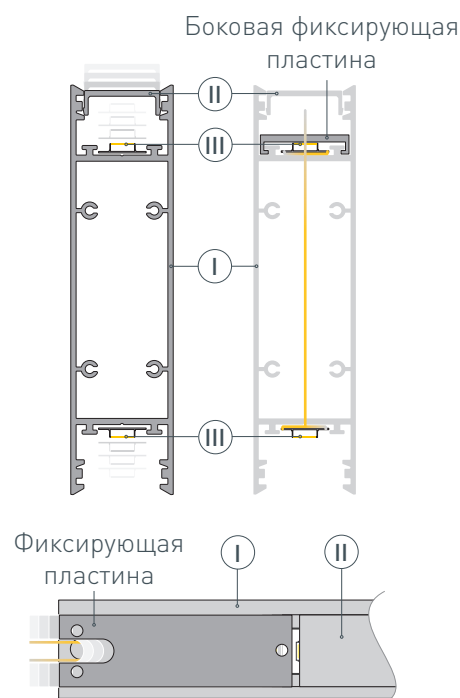

Рис. 1. Установка боковой фиксирующей пластины на профиль Ⓘ. Вид сверху
- 2** / Перед приклеиванием светодиодной ленты Ⓜ рекомендуется обезжирить поверхность профиля Ⓘ. Рекомендуется использовать при монтаже светодиодную ленту 48 V. Установите в профиль Ⓘ светодиодные ленты Ⓜ на нижнюю и верхнюю площадки для лент и пропустите кабели питания светодиодных лент через отверстие в профиле. Максимально допустимая для подключения длина отрезка светодиодной ленты Ⓜ указана в инструкции к светодиодной ленте. Установите боковую фиксирующую пластину из комплекта фиксатора токопроводящего ремня ⒱ на профиль Ⓘ и пропустите через нее кабели питания светодиодных лент как показано на рис. 1. Установите на профиль Ⓘ верхний экран Ⓜ.